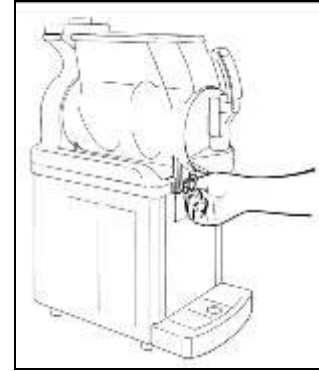

Fig. 5
- Destornille y extraiga los pomos (fig.5).